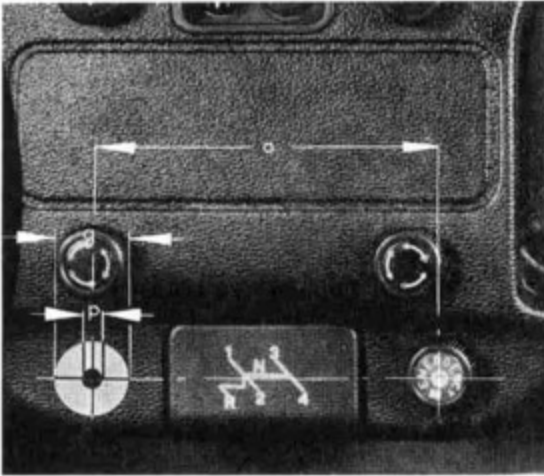

Bild 12
- 16 – Bohrung für den Schalter der Heizung links neben den Aschenbecher (vom Fahrgastraum aus gesehen) bohren (siehe Bild 12).
Das Schalttafelblech wird mit einem 15-mm-Bohrer durchbohrt, Warnblinkschalter und Heizungsschalter haben o = 150 mm Abstand zueinander und werden in gleicher Höhe befestigt (siehe Bild 12).